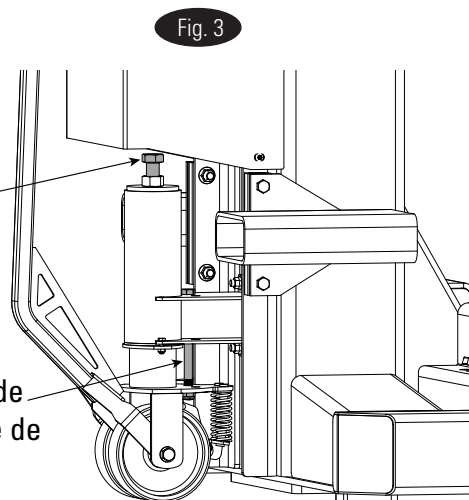
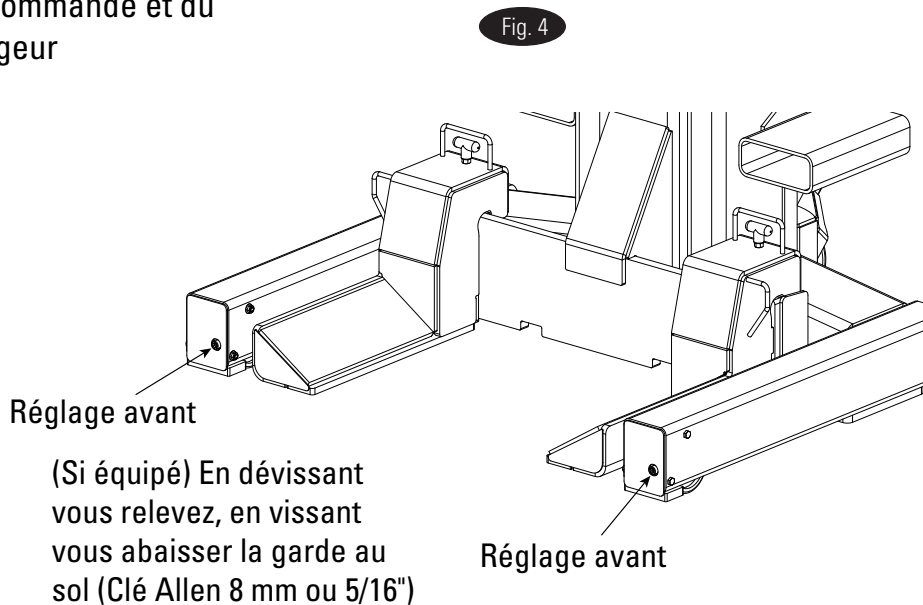

Fig. 3
Fig. 4
2. Réglage des roues : Retirez les boulons qui maintiennent en place les roues, Fig. 3. Réglez le boulon M20 (clé de 30 mm ou 1 - 3/16") pour fournir un dégagement au sol à l'arrière de la colonne (dégagement recommandé d'environ 3/8"), Fig. 3. Réglez les boulons à tête creuse M10 (8 mm ou 5/16") à l'avant des jambes, jusqu'à ce que la tête affleure la surface. Le pont élévateur compressera les ressorts et se positionnera au sol lorsqu'il est chargé, Fig. 4.